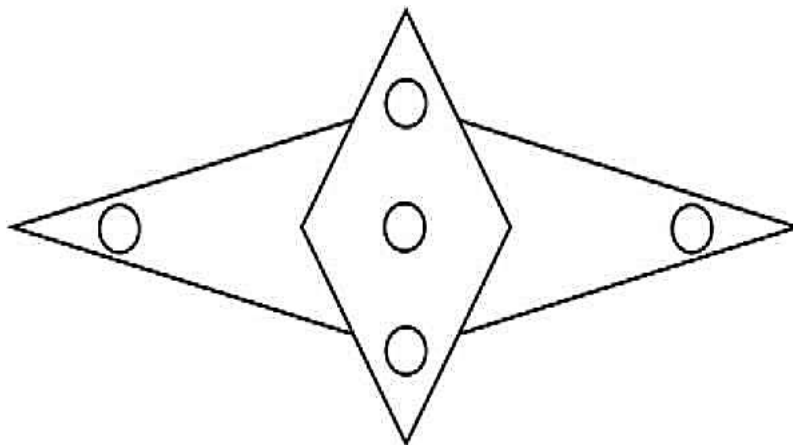

Рис. 1. Деталь металлического конструктора
1. По указанным данным, в М 1:1 разработайте чертеж подставки (Рис.1). Чертеж оформляйте на формате А4, с указанием рамки и заполнением основной надписи.
1. С помощью образца (Рис. 1) и чертежа (Рис. 2) изготовьте изделие на токарном станке.